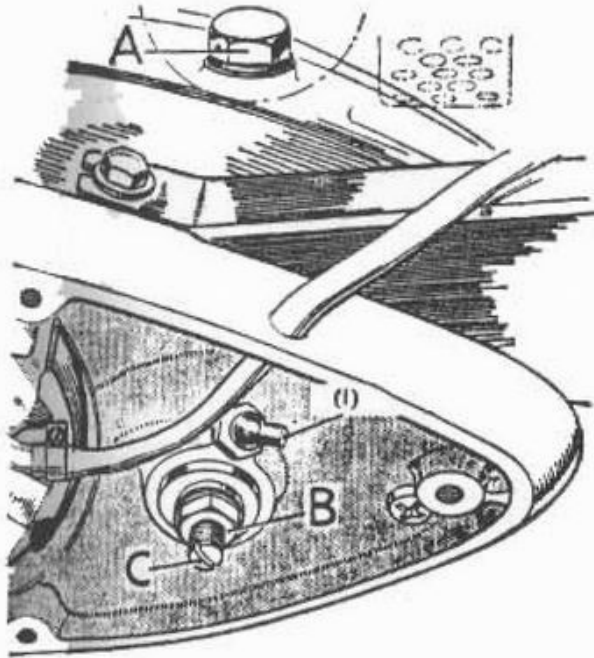

Fig. 24. Registro della frizione; il coperchio è stato smontato (Bantam).
Il registro della frizione è situato all'estremità sinistra dell'albero (Fig. 24), e consiste del perno filettato (C) avvitato nel manicotto di disinnesto della frizione e del controdado (B), che lo blocca in posizione. Queste componenti sono accessibili attraverso un'apertura situata nel coperchio, previa rimozione della calotta di gomma o del coperchio vero e proprio.